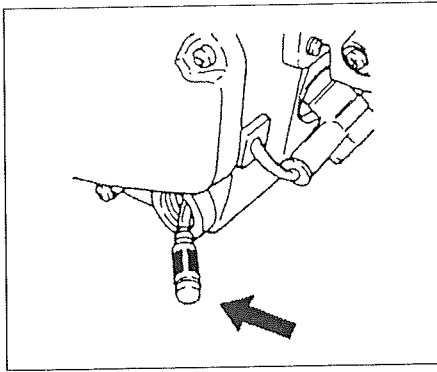

Fig.3-8
**(En) Chain oil filter (Fig. 3-8)**
**(Fr) Nettoyage du filtre à huile de chaîne (Fig. 3-8)**
**(It) Filtro dell'olio della catena (Fig. 3-8)**
**Ge Kettenölfilter (Fig. 3-8)**
**Sp Filtro del aceite de la cadena (Fig. 3-8)**
**Sw Filter för kedjans olja (Fig. 3-8)**